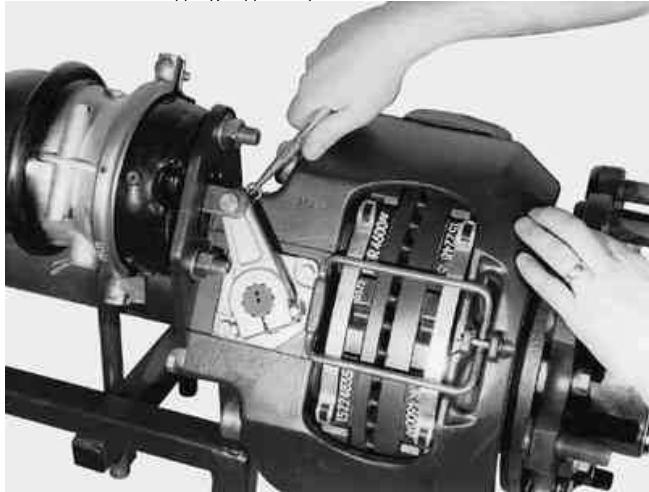

РИС. 20
- Удалите расположенные на рычаге 'R' зажим и штифт с головкой и отверстием под шплинт (Рис. 20).
- Установите 'R' зажим и штифт с головкой и отверстием под шплинт (Рис. 20).